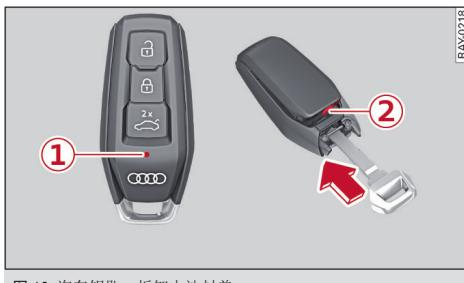

图 12 汽车钥匙：拆卸电池封盖
- 取下应急钥匙 \Rightarrow 图 11 并将其插入开口 \Rightarrow 图 12。
- 沿箭头方向将应急钥匙推入开口，以此推压内部的解锁按钮 ②。此时不要试着去挑开封盖，以避免损坏。